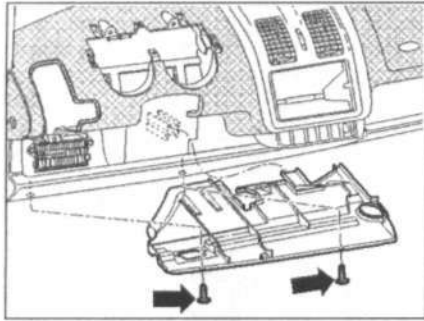

Рис. 13.62. Выкрутите два винта (стрелки) и снимите крышку в пространстве для ног со стороны водителя.
15. Выкрутите два винта (стрелки) и снимите крышку в пространстве для ног со стороны водителя (рис. 13.62).